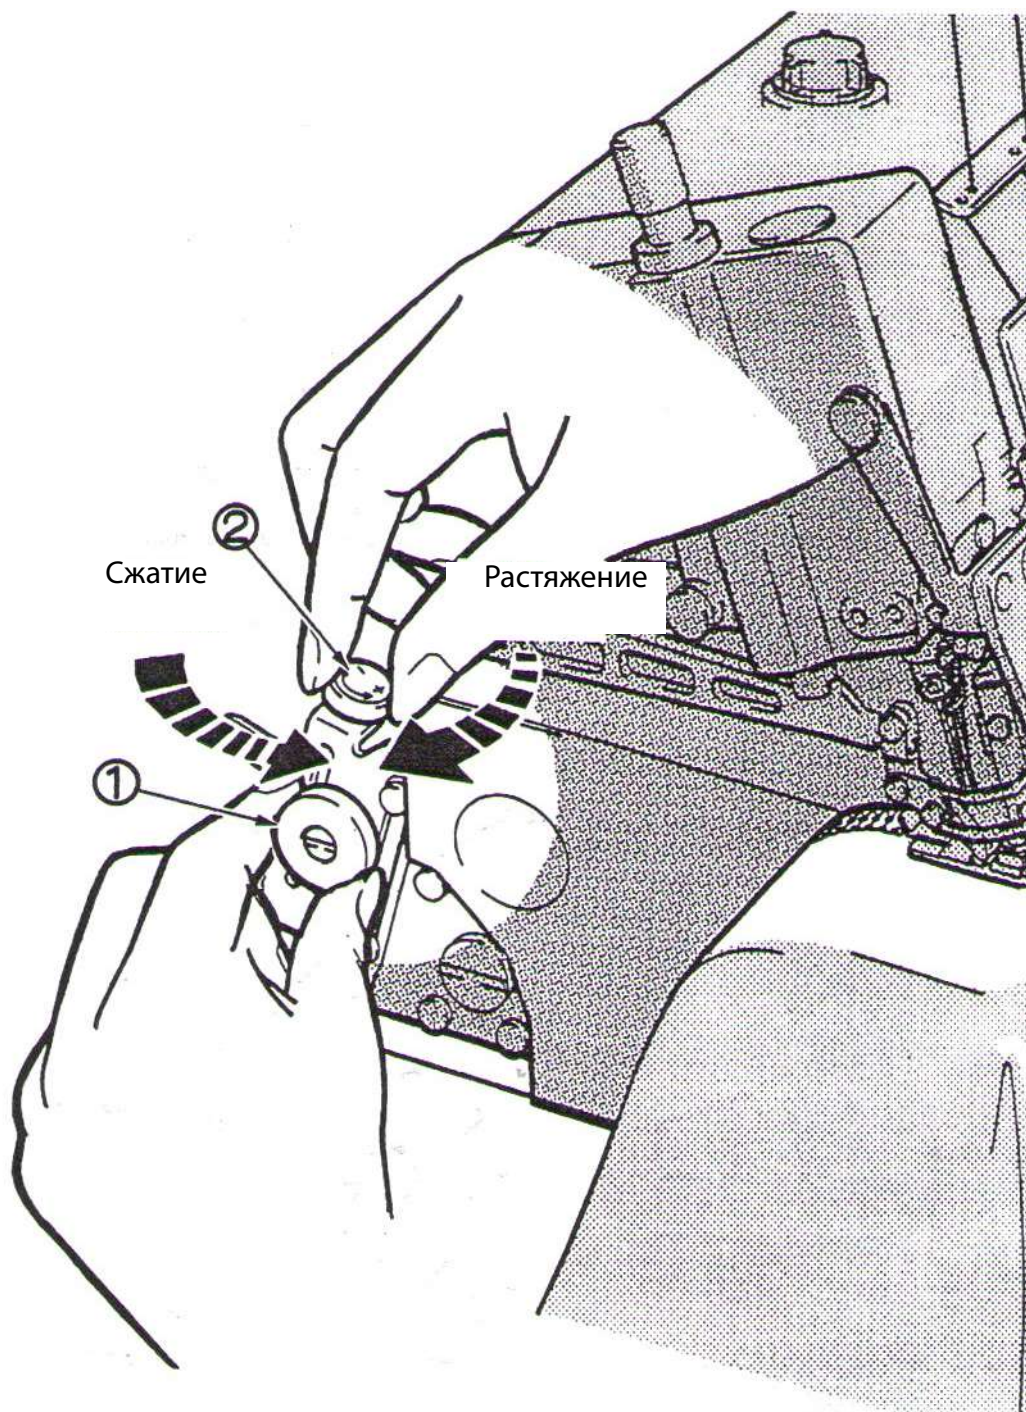

Рис.7
Зажмите гайку (1) после того, как установите рычага в нужное положение (см. рис.7)